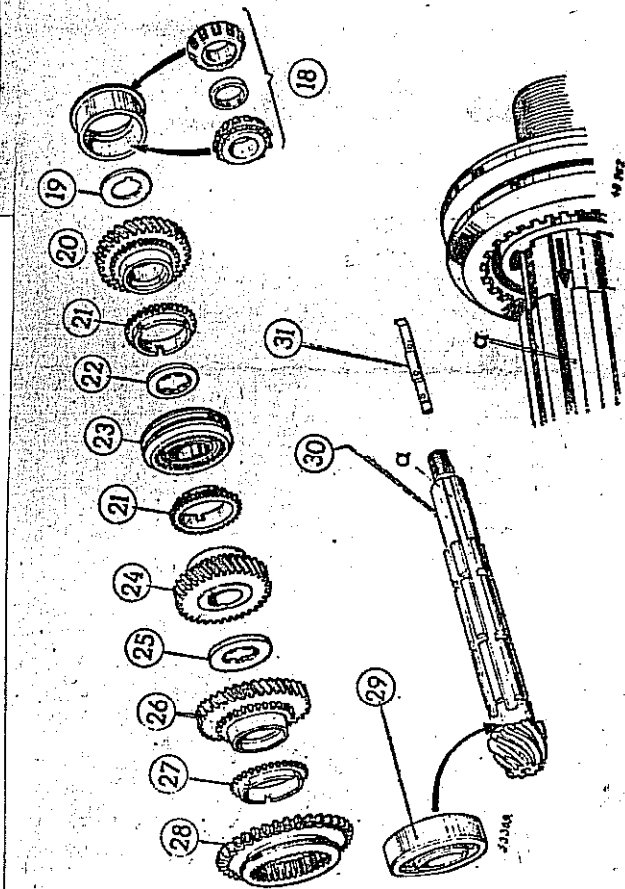

Figura 21
30 Eje secundario. Sobre el eje y marcada con la letra (a), se muestra la ranura de enchaveta, donde se instala la chaveta (31), de las arandelas de apoyo 23 y 25. Asimismo en el ángulo inferior derecho de la figura 21, se muestra en